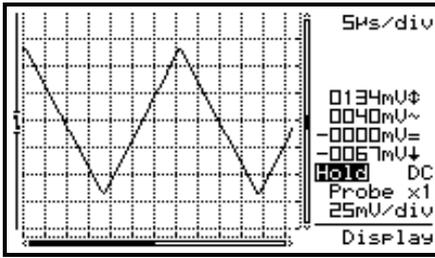

Fig 12
- **Voller Raster :** verteilt den Schirm in Bezugslinien. (Abb. 12)